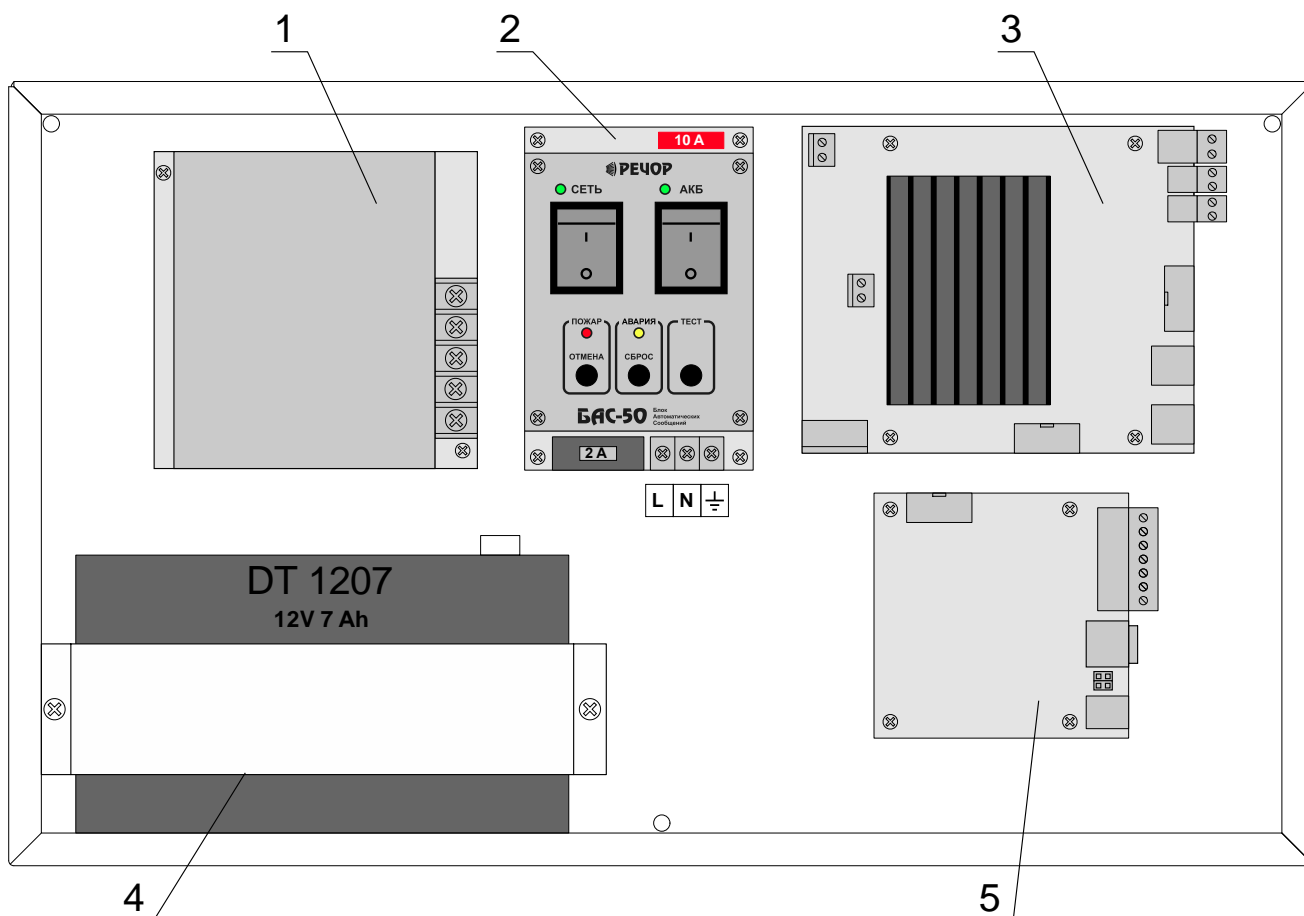

Рис. 2.1 Внутренняя компоновка БАС-50
Внутренняя компоновка устройства показана на Рис. 2.1, где схематично изображены БП (1), панель управления (2), плата УМ (3), АКБ (4) и блок звукового процессора (5).